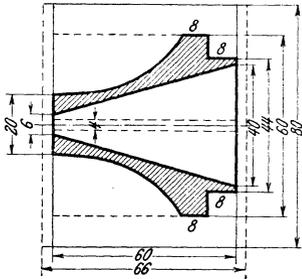

Fig. 9.
19. Aufgabe: Die in Fig. 9 dargestellte Düse soll aus einem zylinderförmigen Stück Eisen von 80 mm Durchmesser und 66 mm Länge herausgearbeitet werden. Schnittgeschwindigkeit 80 mm. Vorschub 0,2 mm.